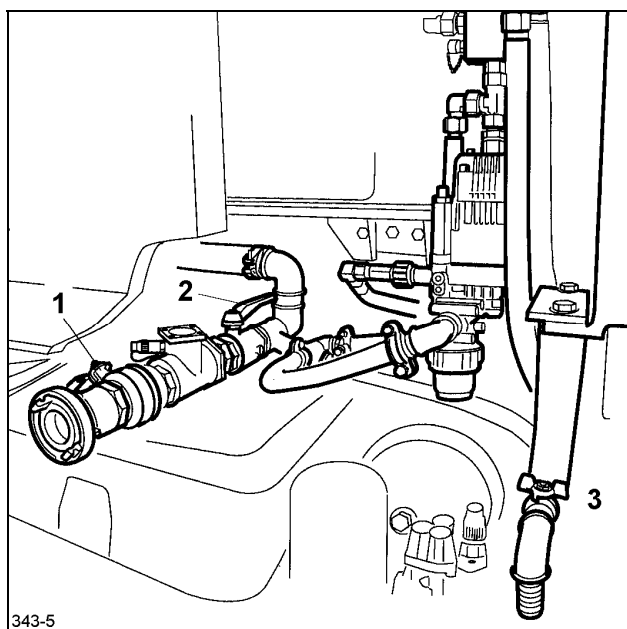

Fig. 2
- **¡Cerrar la corredera de cierre en la tubería de aspiración de la bomba de agua 2 (Fig. 2)!**
- Acoplar una tubería flexible "C" al acoplamiento y abrir la corredera de cierre 1 (Fig. 2).